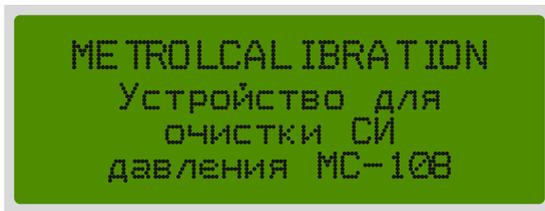

Рисунок 4 – Дисплей при включении устройства
5. Дождитесь появления на дисплее названия устройства (рис. 4).